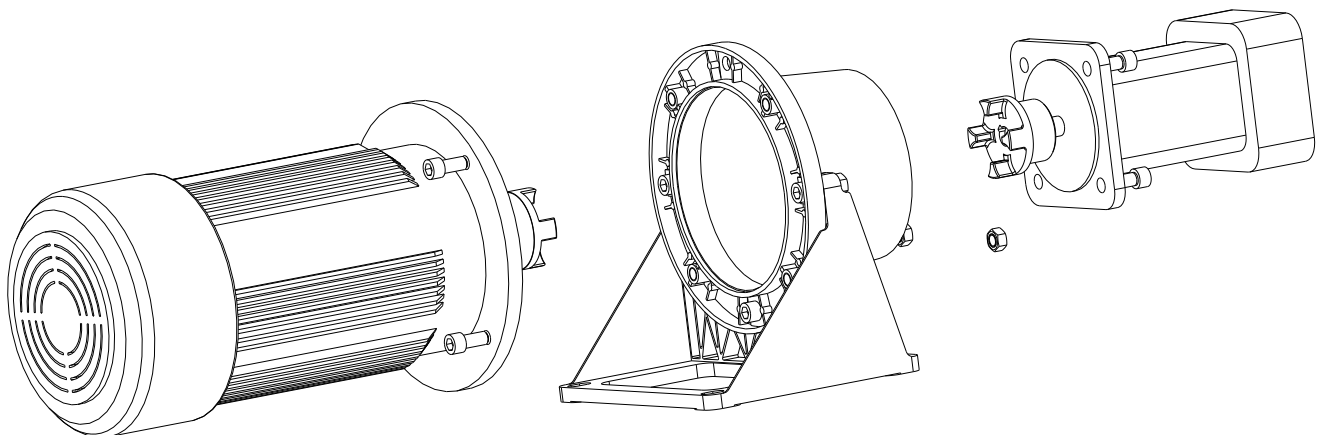

Figura 4: Montaje de un motor eléctrico y una bomba con la campana y el pie de brida
- Si la campana es instalada con un pie de campana, la longitud de los tornillos de fijación del motor en la brida de campana y el pie debe de permitir el anclaje con una tuerca (ver figura 4).